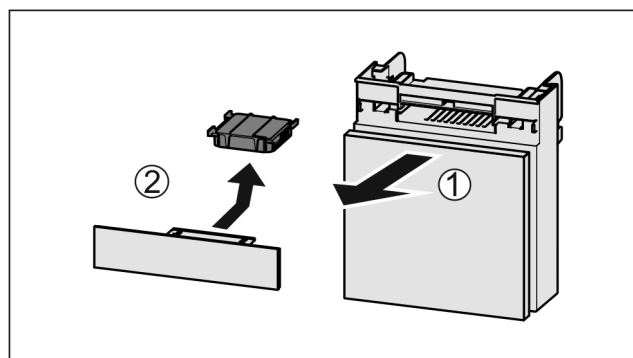

Fig. 123
- Издърпайте Fig. 123 (1) напред от отделениято.
- Извадете Fig. 123 (2) филтъра с активен въглен.